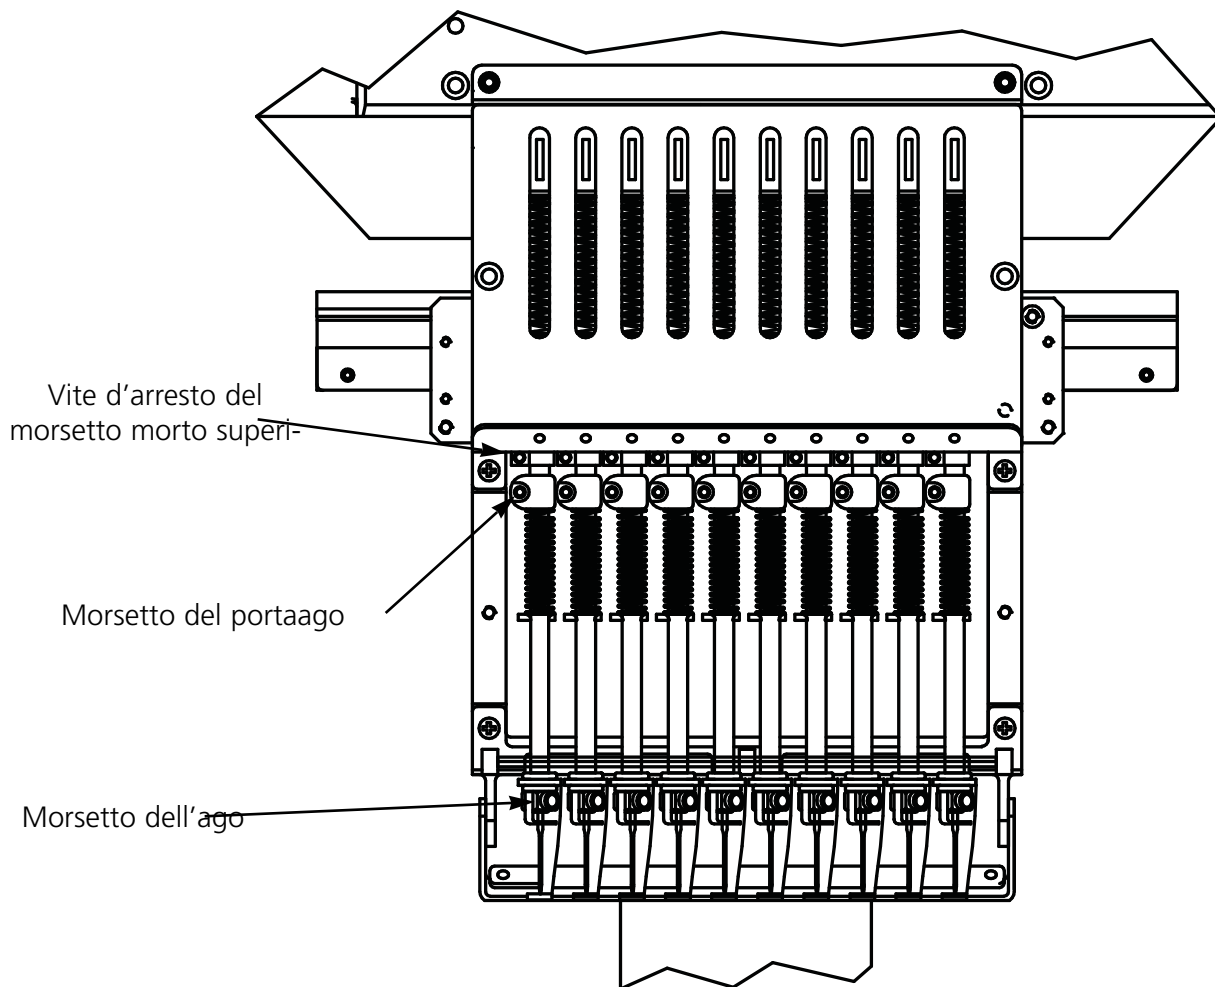

Figura 5-11
11. Tenete il portaago al suo posto e stringete di nuovo la vite del morsetto del portaago (vedete la Figura 5-11)